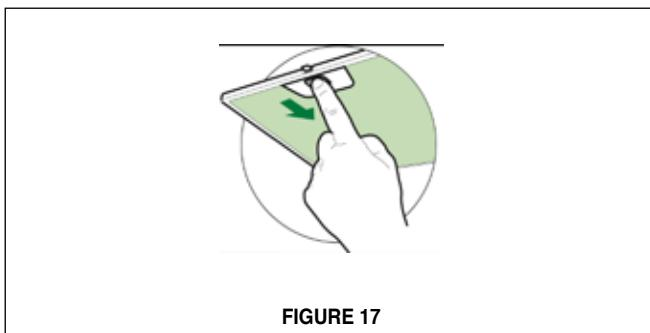

FIGURE 17
6. Retirer les filtres pour la graisse de l'appareil et les mettre de côté. Retirer les filtres pour la graisse en pressant sur la poignée à l'avant du filtre, tel qu'il est illustré à la FIGURE 17. Au moment de les replacer, s'assurer que les filtres soient positionnés adéquatement, la poignée vers l'avant et visible.